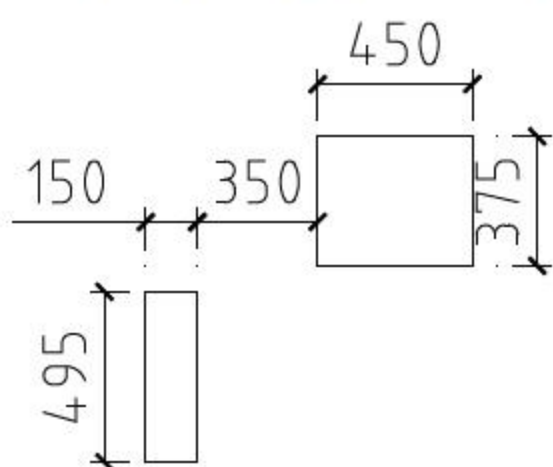

图8-17 绘制矩形
**01** 调用REC【矩形】命令，分别绘制尺寸为450×375、150×495的矩形，如图8-17所示。